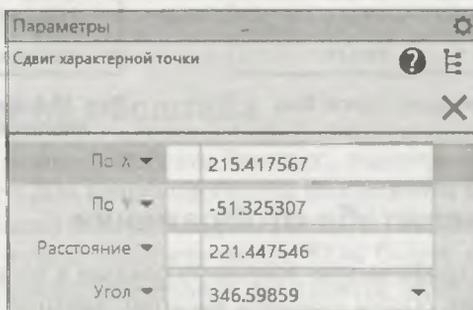

Рис. 10.2. Элементы управления положением точки на панели Параметры
- ♦ для активизации характерной точки подведите к ней курсор и щелкните ЛК мыши или нажмите клавишу <Enter>. На панели **Параметры** (рис. 10.2) появляются элементы управления положением точки. В графической области отображаются точка и фантом редактируемого объекта;